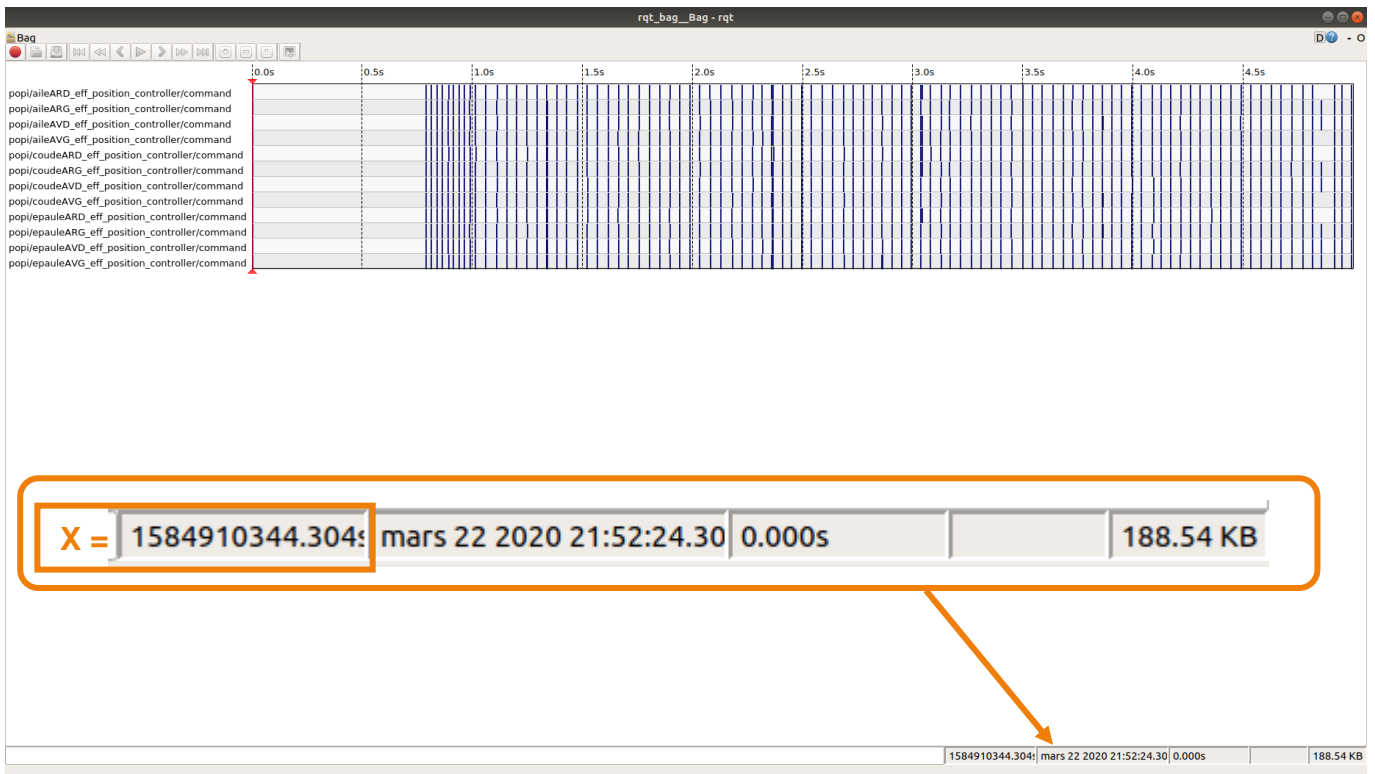

FIGURE 14 : FENETRE RQT_BAG PENDANT L'ENREGISTREMENT
3. Vous pouvez à présent revenir sur l'interface utilisateur *Towr* et taper « v ». Sur *rqt_bag* s'affichent les trames enregistrées comme sur la *Figure 14*.
Où X est tel qu'indiqué en *Figure 14* sur **votre** rosbag.